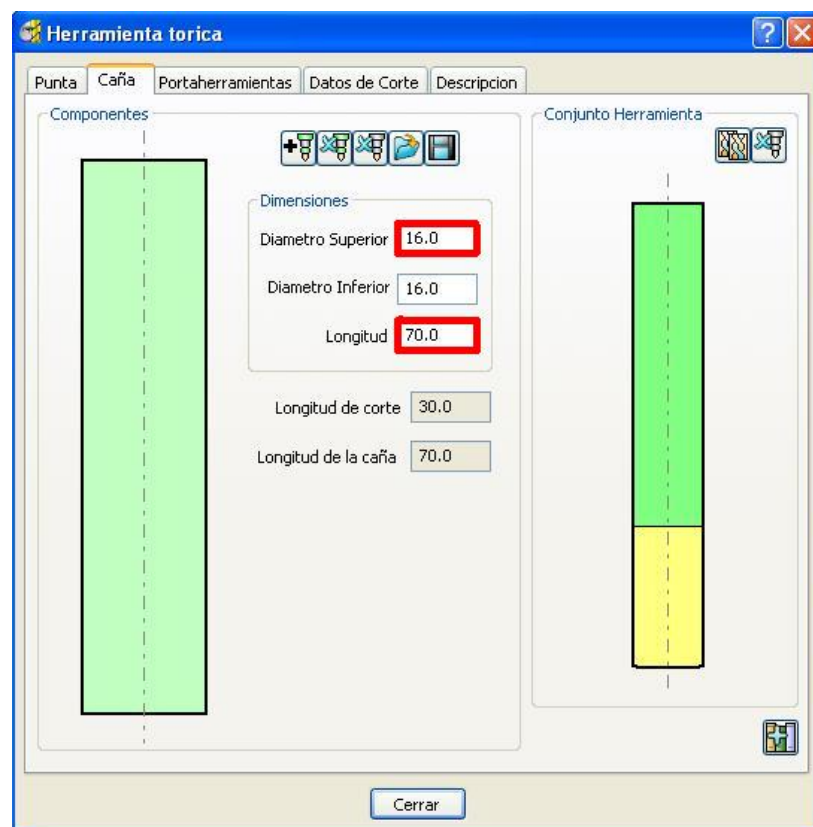

Figura 2.142 Cuadro de diálogo Herramienta tórica, Caña.
- Seleccionar la pestaña Caña, y después hacer clic en Añadir una caña  para añadir un componente a la caña (Figura 2.142). Escribir: